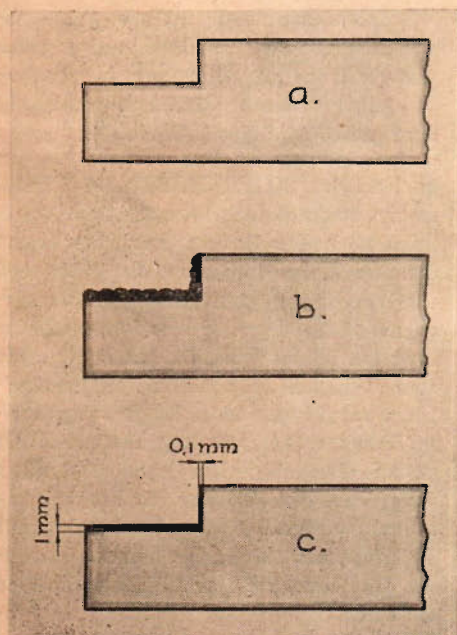

Fig. 16.
- 2) Med svetslåga pålägges svetsbrons (smältpunkt ca 900°) på de frästa ytorna (fig. 16 b).